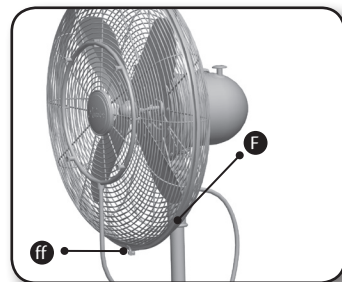

Figura 4
- Coloque la rejilla frontal (B) contra la rejilla posterior (E) para que el logotipo de Hunter quede directamente hacia arriba y presione ambas hasta que las pestañas de la parte superior e inferior de las rejillas se acoplen.
- Retire el tornillo de pre-instalado de las pestañas inferiores (ff) en el anillo de la rejilla (F). Deslice el anillo de la rejilla por la parte frontal y posterior de las rejillas girando el anillo de modo que las pestañas estén en el fondo. Vuelva a colocar el tornillo a través de los agujeros en las pestañas. Ajuste con la mano hacia la derecha hasta que el anillo de la rejilla quede seguro. Figura 4.
- Enderece el cable de alimentación (M) de la carcasa de motor (J) junto con el poste y presione el sujetador de cable (T) sobre el cable de alimentación en el poste de modo que el cable de alimentación se apoye en la ranura del sujetador de cable.